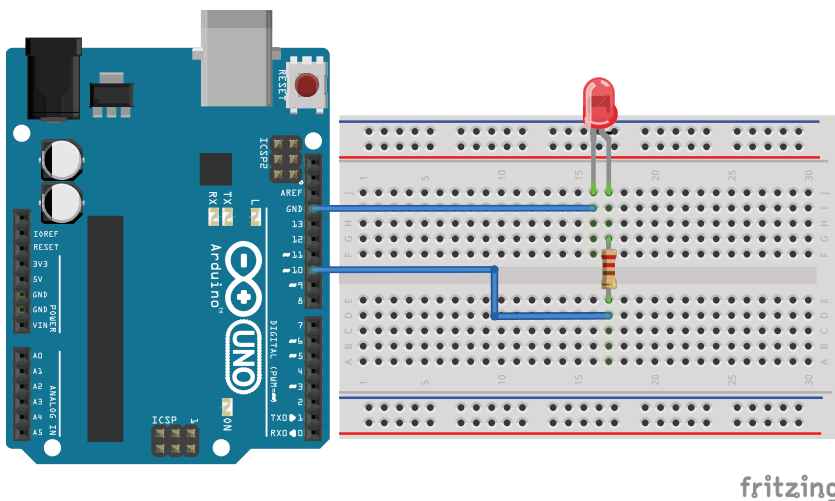

Рис. 1.1. Схема подключения светодиода
Мы будем подключать светодиод к цифровому контакту D10 Arduino последовательно с резистором. Светодиоды должны быть всегда соединены последовательно с резистором, который выступает в качестве ограничителя тока. Чем больше значение резистора, тем больше он ограничивает ток. В этом эксперименте мы используем резистор номиналом 220 Ом. Схема подключения приведена на рис. 1.1.
1. Длинную ножку светодиода (анод) подключаем к цифровому выводу D10 Arduino, другую (катод) – через резистор 220 Ом к выводу GND (см. рис. 1.1).